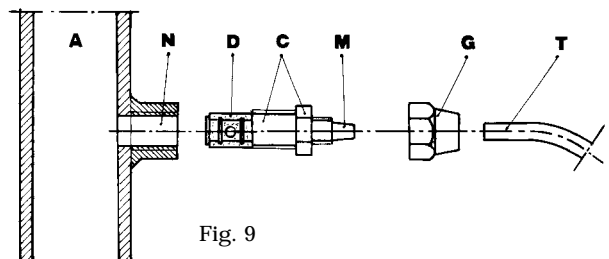

Fig. 9
- g. - Choisir le point d'injection le plus approprié sur la conduite de l'installation à traiter, et fixer un raccord 3/8" Gaz femelle. Ce raccord n'est pas compris dans la fourniture. Visser la canne d'injection dans le raccord en utilisant une garniture en PTFE (fig. 9). Raccorder le tube à l'embout conique de la canne d'injection et la bloquer avec l'écrou G. prévu. La canne d'injection est aussi un clapet anti-retour.
### 3.1 - SCHEMA DE MONTAGE DE L'INJECTION (FIG. 9)